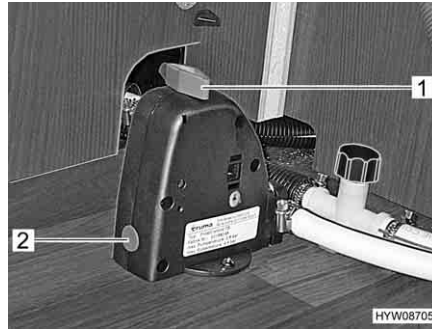

Fig. 87 Valvola di sicurezza/di scarico del boiler
Il boiler è dotato di una valvola di sicurezza/di scarico (Fig. 87). La valvola di sicurezza/di scarico impedisce che l'acqua congeli nel boiler in presenza di basse temperature esterne, quando il riscaldamento dell'autocaravan non è acceso.
- Chiudere la valvola di sicurezza/di scarico. A tal fine ruotare la manopola (Fig. 87,1) verticalmente rispetto alla valvola di sicurezza/di scarico e premere verso l'interno il bottone automatico (Fig. 87,2).
- Aprire la valvola di sicurezza/di scarico. A tal fine ruotare la manopola (Fig. 87,1) nel senso della lunghezza della valvola di sicurezza/di scarico. Il bottone automatico (Fig. 87,2) scatta all'infuori. Il boiler viene svuotato verso l'esterno tramite la valvola di sicurezza/di scarico.